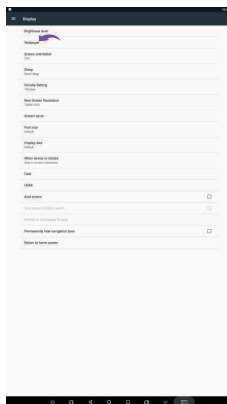

Fig. 3
2. Cliccare sull'icona **[Impostazioni]** nell'interfaccia del menu **[APPS]** (Fig. 2) e accedere al menu **[Wi-Fi]** (Fig. 3).